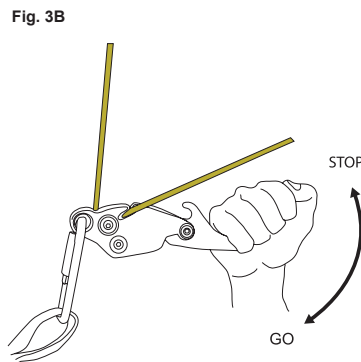
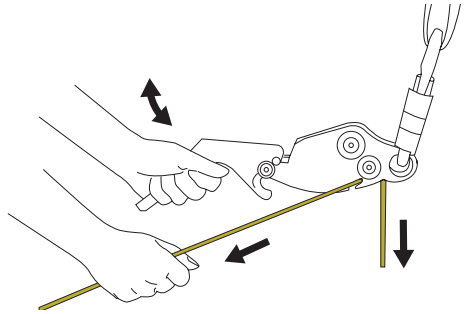

Fig. 3B
Fig. 7
7. A velocidade de descida é ajustada mantendo uma mão no punho e a outra segurando na corda por baixo do dispositivo. Comece com a corda num ângulo fora da abertura, conforme mostrado na fig. 3B. Ao mover o punho para baixo, a velocidade aumentará. Quando mover o punho para cima ou o soltar, o dispositivo parará. Aumente ou diminua o atrito movendo a linha para a parte mais estreita da abertura. É importante manter sempre uma mão na linha para controlar a descida.
8. A velocidade de descida é regulada mantendo uma mão no punho e a outra segurando a corda por baixo do dispositivo. Comece com a corda num ângulo fora da abertura. Com o descensor invertido, a descida começa puxando o manípulo para cima fig. 7 e pára quando desloca o manípulo para baixo ou solta-o. Aumente ou diminua a fricção movendo a linha para a parte estreita da ranhura, como mostrado na fig. 3B. É importante manter sempre uma mão na corda por baixo do dispositivo para ter um maior controlo da descida.